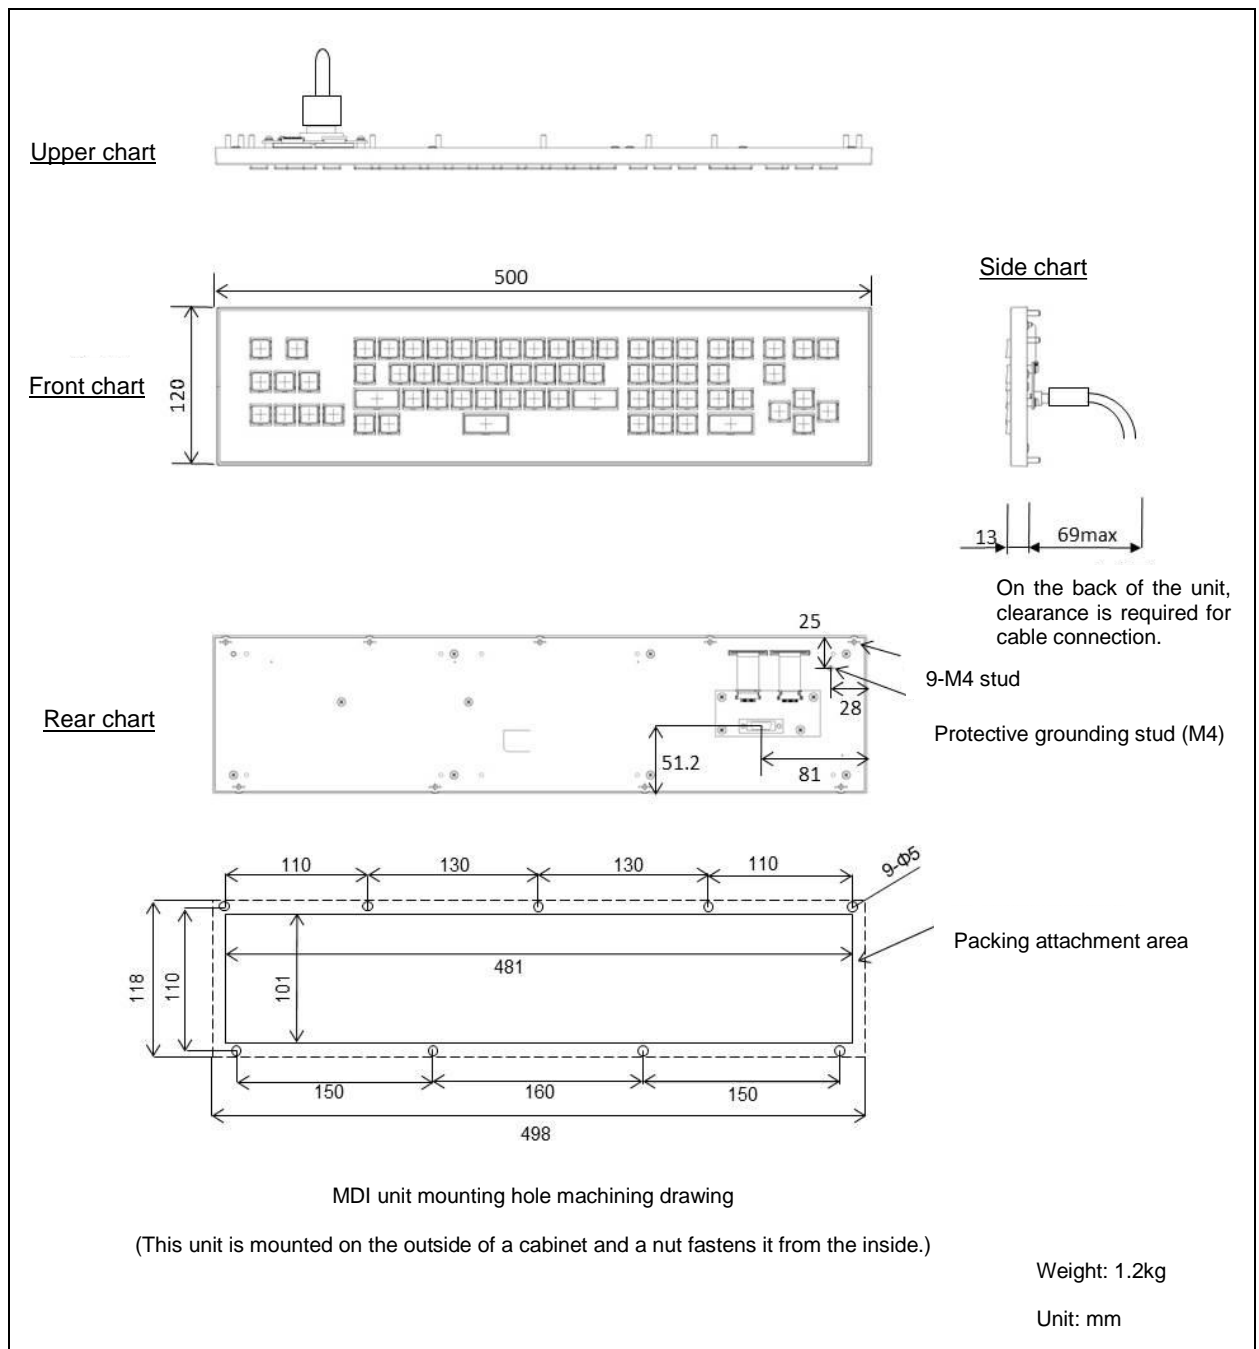

Fig. U15 MDI unit (QWERTY TYPE C, 120x500mm) ⑥
| | MDI unit (QWERTY TYPE C, 120x500mm) | Fig. U15 | ⑥ |